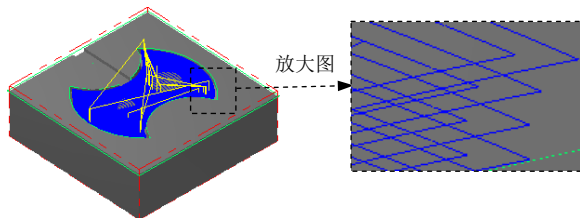

图 22.16 刀具路径
(1) 在“曲面粗加工挖槽”对话框中单击 **粗加工参数** 选项卡, 在 **Z 轴最大进给量:** 文本框中输入值 1, 然后在 **进刀选项** 区域选中 ☒ **螺旋式下刀** 复选框。
(2) 单击 **螺旋式下刀** 按钮, 系统弹出“螺旋/斜插进式下刀参数”对话框。单击“螺旋/斜插进式下刀参数”对话框中的 **斜插进刀** 选项卡, 在 **如果斜插下刀失败** 区域选中 **中断程序** 单选按钮, 单击“螺旋/斜插进式下刀参数”对话框中的 **✓** 按钮。
(3) 单击 **切削深度(D)...** 按钮, 选中 ☒ **第一刀使用 Z 轴最大进给量** 复选框。单击 **✓** 按钮, 系统返回至“曲面粗加工挖槽”对话框。
Step12. 单击“曲面粗加工挖槽”对话框中的 **✓** 按钮, 完成加工参数的设置, 此时系统将自动生成图 22.16 所示的刀具路径。